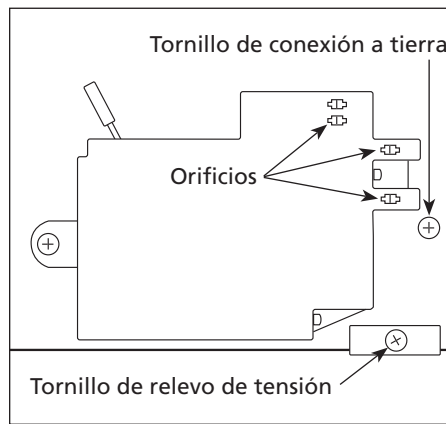

Figura 3
3. Ubique los orificios posteriores del presostato (Vea la Figura 3). Introduzca la punta de un desarmador pequeño dentro
4. Desconecte el tornillo de conexión a tierra (Vea la Figura 3).
5. Desconecte el tornillo del relevo de tensión (Vea la Figura 3).